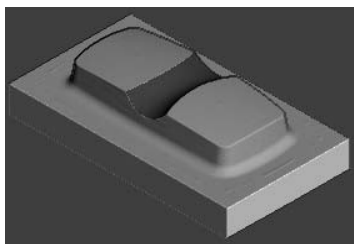

图 5-40 仿真加工结果
2) 在“仿真”工具栏的“当前刀具路径”下拉列表中选择要模拟的刀具路径 finish1，然后单击“执行”按钮，系统开始自动仿真加工，仿真加工结果如图 5-40 所示。